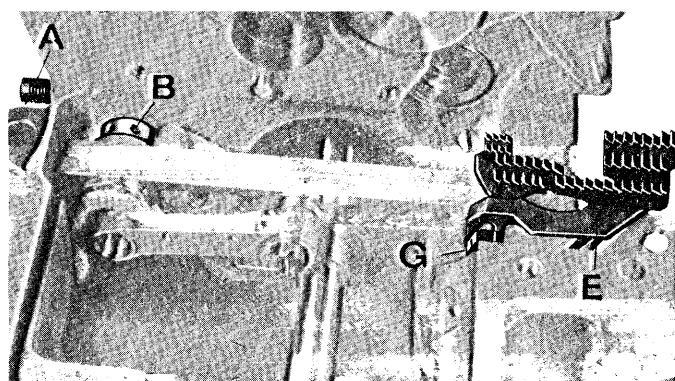

fig.12
- Montare la griffa anteriore differenziale E con la vite G senza bloccarla (fig. 12).